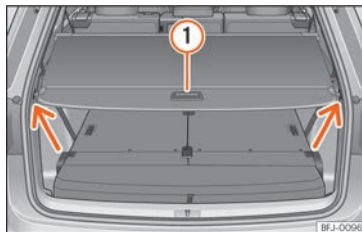

Abb. 193 Im Gepäckraum: Gepäckraumabdeckung geschlossen.
- Abdeckung am Griff »» (Abb. 193) ① etwas nach hinten ziehen und nach oben aus der Halterung (Pfeile) nehmen. Abdeckung vorsichtig von Hand nach vorne führen.